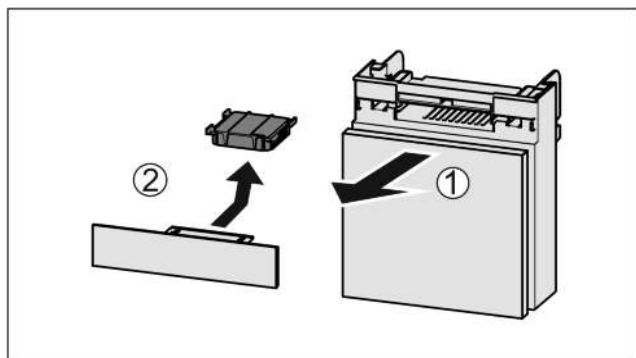

Fig. 49
- ▶ Вытянуть Fig. 49 (1) отделение движением вперед.
- ▶ Извлечь Fig. 49 (2) фильтр с активированным углем.